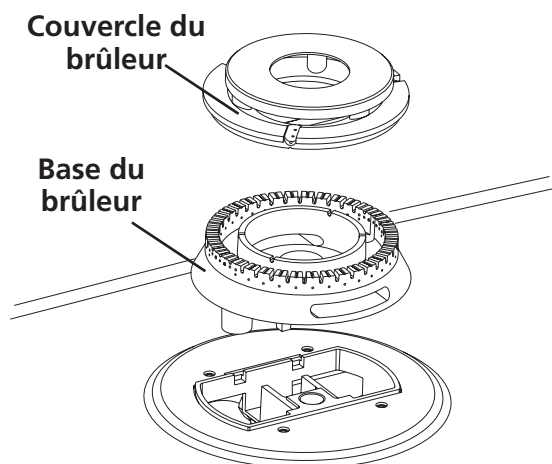

Figure 10
C. Brûleur triple (si présent): Enlevez les rubans adhésifs. Enlevez le couvercle et la base du brûleur. Retirez et jetez le matériel d'emballage. Remplacez la base et le couvercle du brûleur triple. **Attention de ne pas endommager les électrodes lorsque vous placez la base du brûleur sur l'ouverture de gaz.** Assurez-vous que l'électrode est correctement insérée dans l'ouverture prévue à cette fin sur la base du brûleur (Figure 10).